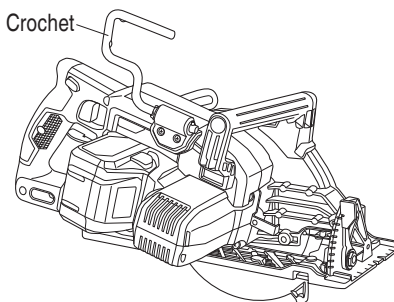

Fig. 19
- (1) Tourner le crochet loin du corps de la scie pour l'accrocher à un chevron, une poutre ou autre support élevé. (Fig. 19)